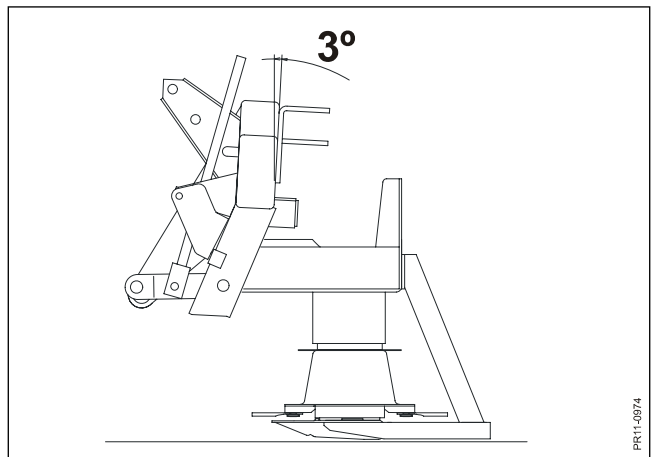

Fig. 3-10
**Fig. 3-10** Stubhøjden kan øges ved at kipe maskinen op til 3° bagover, hvilket svarer til at knivbjælken kører helt vandret henover jorden. Til afsætning af ekstra høj stub ved eksempelvis afpudsning af brakarealer kan der monteres ekstra høje slæbesko. Se reservedelskatalog.